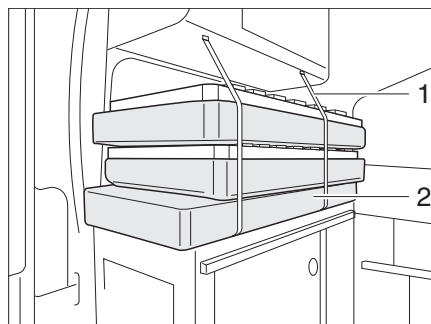

Bild 42 Abbau Variante 2
- Die Polster, Matratzen und Lattenroste (Bild 42,2) aufeinander stapeln.
- Alles mit dem Gurt (Bild 42,1) sichern.